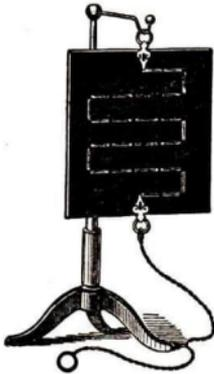
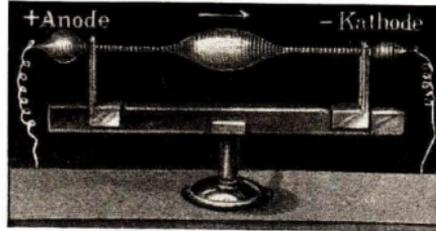

Abb. 319. Blitztafel
Abb. 320. Geißlersche Röhre
e) Lichtwirkung. Versuch mit der Blitztafel (Abb. 319) und mit den Geißlerschen Röhren (Abb. 320).